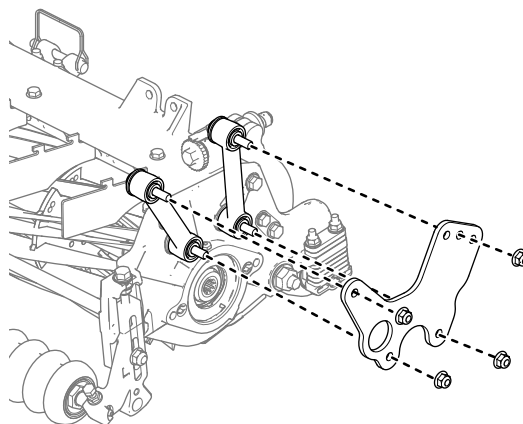

図 22
2. 固定プレートをボルトに通し、以前に取り外したナットで固定する 図 22。